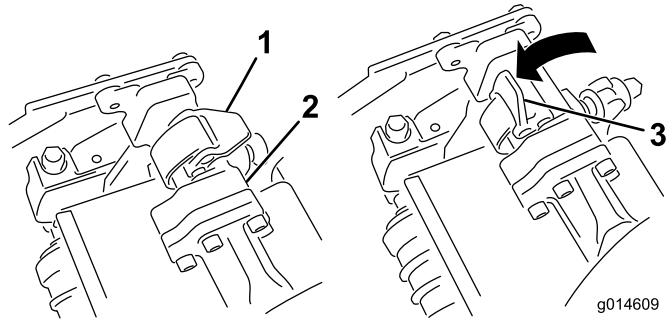
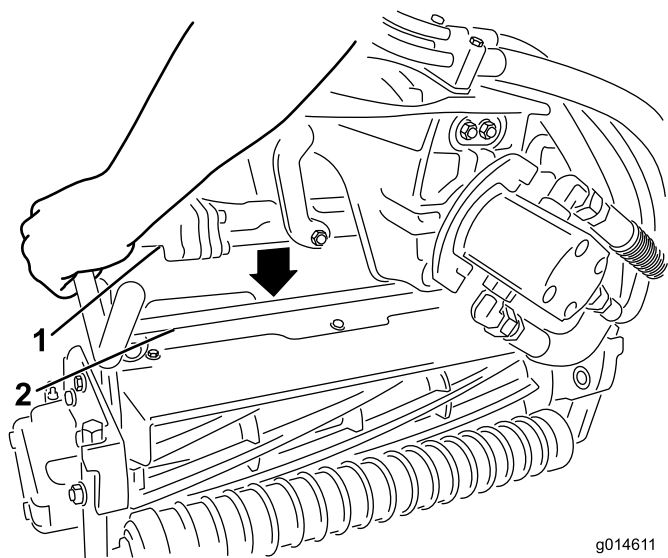

図 11
図 12
5. サスペンション・アームのバーについているラッチを上向き（開いた状態）にして（図 11）、サスペンション・アームを押し下げて、バーを、カッティングユニットのバーの上に被せるようにする（図 12）。
6. ラッチを下げるとカッティングユニットのバーがロックされてユニットがアームにセットされる（図 11）。